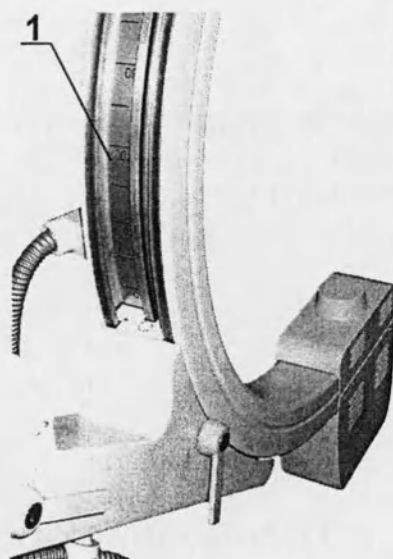

Рис. 2.13. Линейка контроля угла орбитального поворота С-дуги
- **Толкайте/Тяните С-дугу** на себя/от себя (не применяя значительных усилий), контролируя поворот С-дуги визуально. Выбранный угол можно проверить с помощью линейки контроля угла орбитального поворота (рис.2.13, поз.1), расположенной с наружной стороны С-дуги.